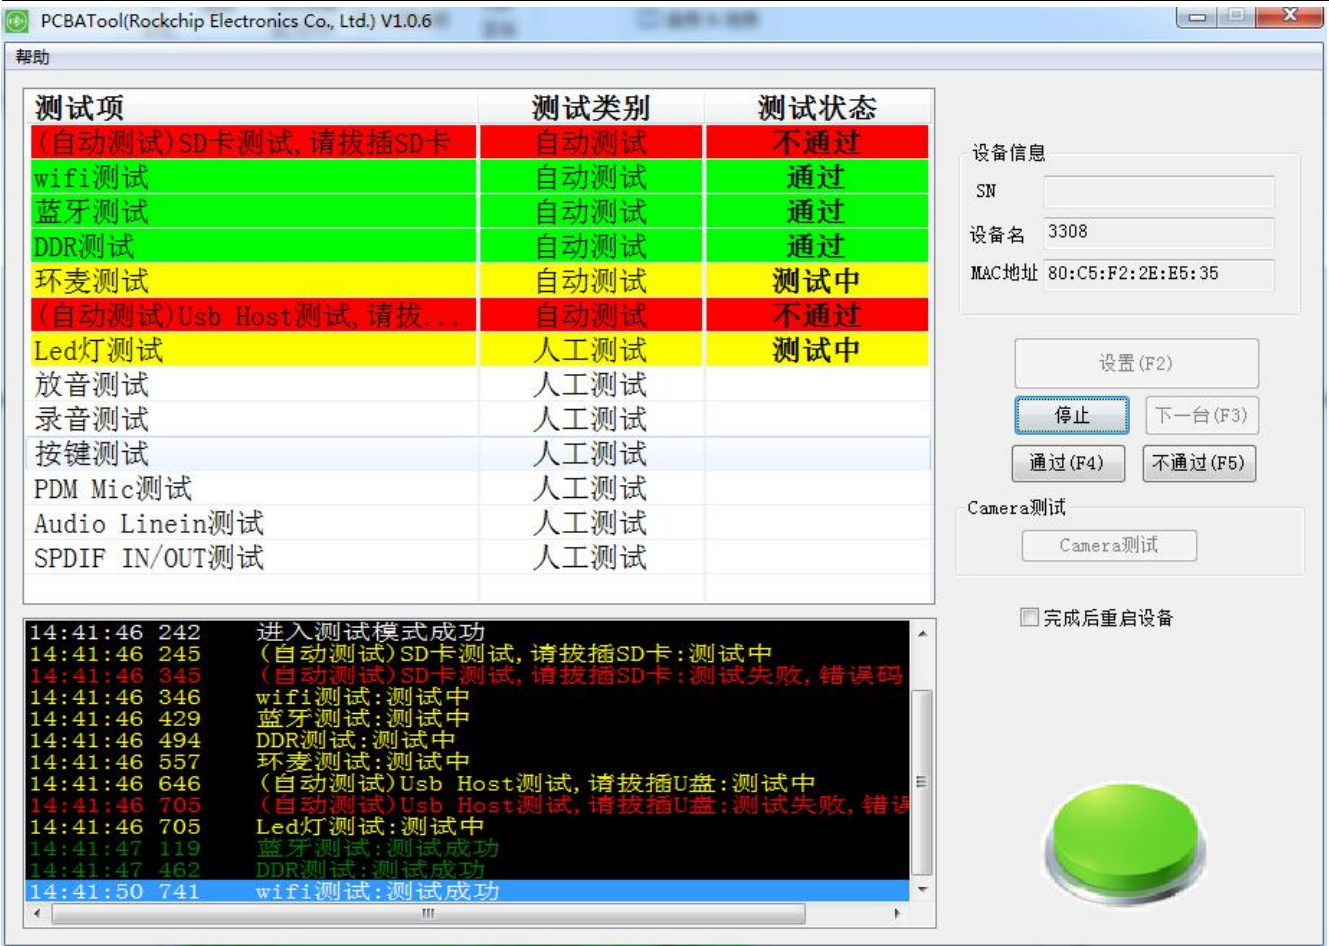

图 1-6 PCBA 启动测试
Step3: 点击【开始测试】按钮后，首先同时测试所有的自动测试项以及第一个人工测试项；自动测试项无需点击【通过】或者【不通过】。如下图 1-6 所示。